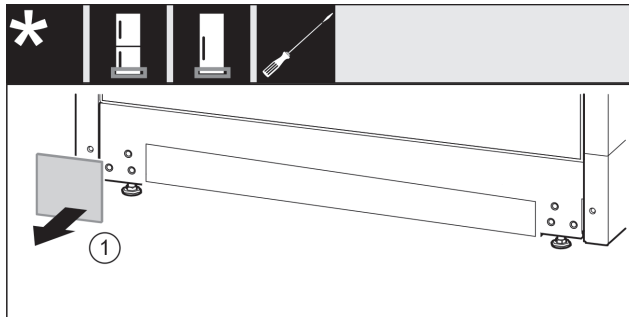

Fig. 17
- ▶ Poista suojus Fig. 17 (1).